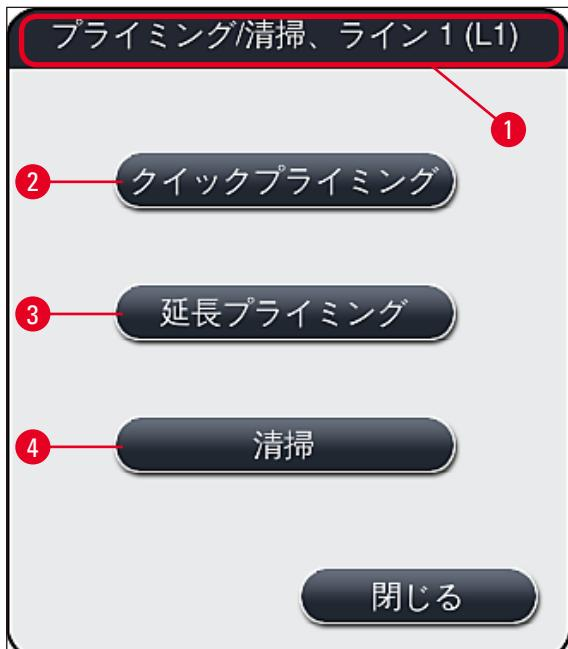

図 98
- ✓ 次図のようなメニューが開き(→図98)、3種類のプライミング/清掃プログラムが示されます。